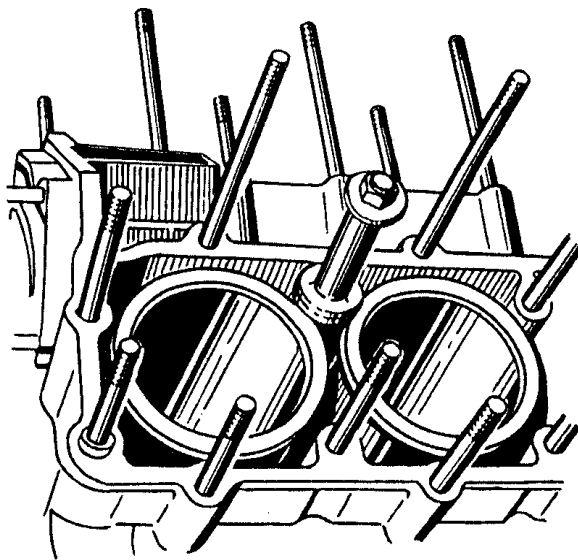

Рис.38. Закрепление гильз втулками - зажимами
29. При необходимости, вынуть гильзы цилиндров с прокладками. В противном случае, закрепить втулками-зажимами гильзы цилиндров в блоке цилиндров для предохранения их от выпадения (рис.38).